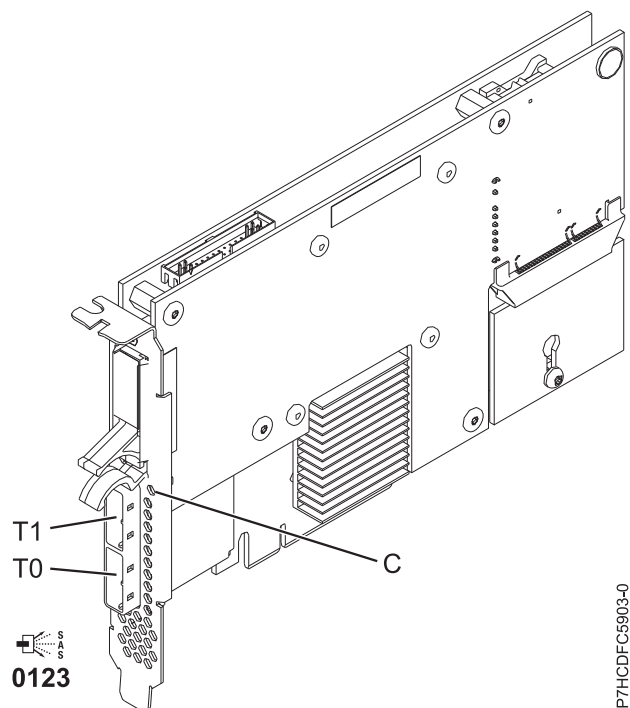

図 37. PCIe デュアル x4 3 Gb SAS RAID アダプター
5903 または 5805 には、キャッシュ・データが存在する場合に明滅する LED (117 ページの図 37 の (C)) が装備されています。キャッシュ・データ表示 LED は、アダプター上のキャッシュにデータが存在する可能性がある場合に明滅します。キャッシュ・データ表示 LED が明滅している場合は、キャッシュ・バッテリー・パックを取り替えないでください。この LED の明滅中に取り替えると、キャッシュ・データが失われます。このアダプターのキャッシュ・データ表示 LED の場所は、117 ページの図 37 で確認してください。